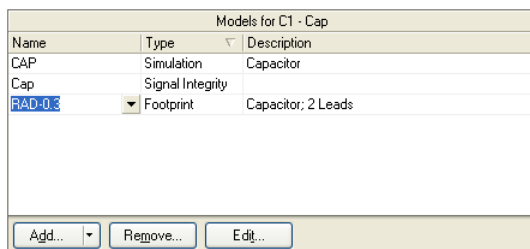

图 7-9 为选中元件选择相应的模型
1) 在放置 C1 的时候，当光标上“悬浮”着一个电容符号时，按 Tab 键编辑电容的属性。在 Component Properties 对话框的 Models For C1-Cap 单元，电容的封装模型为 RAD-0.3，如图 7-9 所示，现在要把它改为 RAD-0.1。